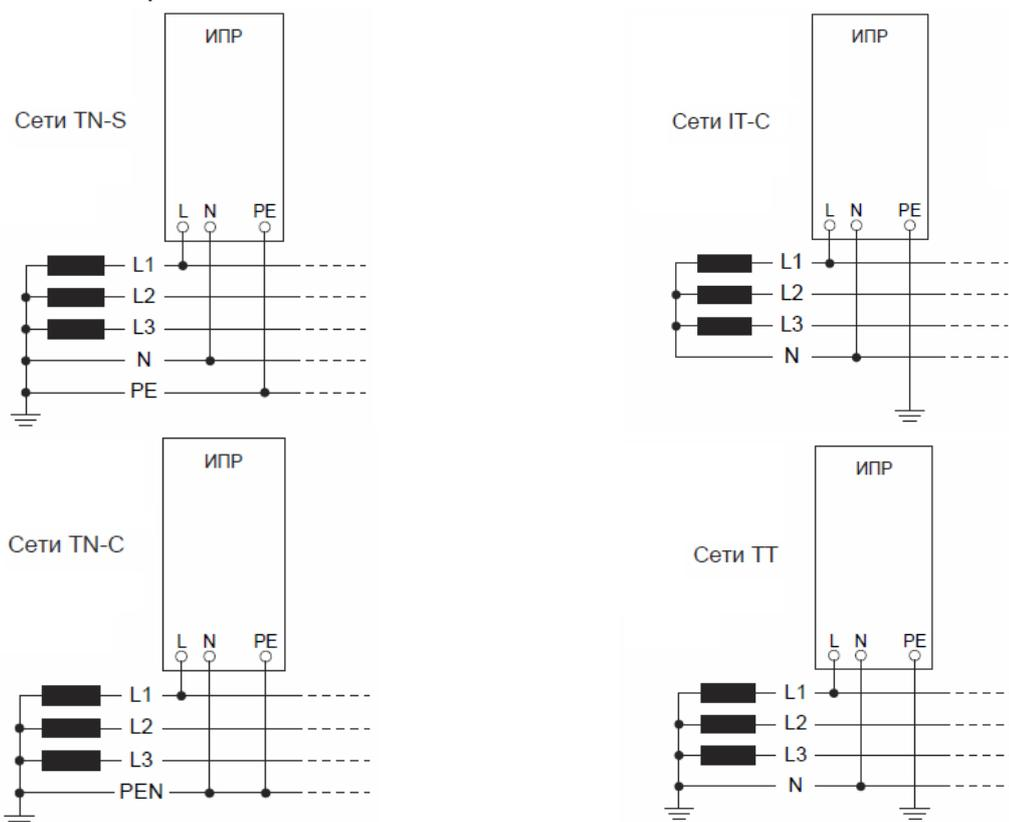

Рисунок 3. Подключение к различным сетям
1.4.3 Схемы подключения при эксплуатации в различных сетях представлены на рис. 3.